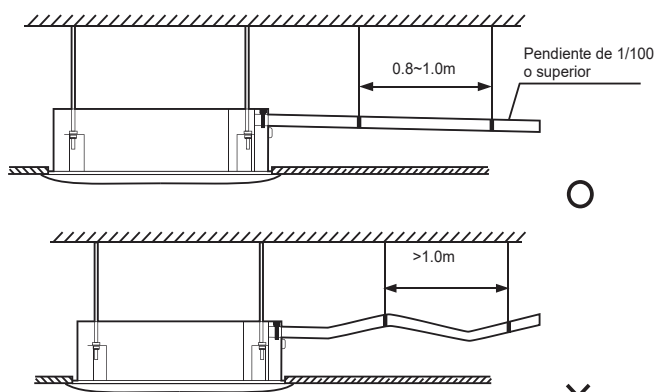

Figura 5.1
4. Con el fin de evitar el refluo de agua en el interior del equipo de aire acondicionado cuando la operación se detiene, la tubería de descarga de agua debe inclinarse hacia abajo y hacia el exterior (lado de drenaje) en una pendiente de más de 1/100. Asegúrese de que la tubería de descarga de agua no se hinche ni almacene agua; de lo contrario, causará ruidos extraños. Véase Figura 5.1.
5. Al conectar la tubería de descarga de agua, no use la fuerza para tirar de los tubos con el fin de evitar que las conexiones de la tubería de succión de agua se suelten. Al mismo tiempo, establezca un punto de apoyo cada 0,8 ~ 1 m con el fin de evitar que las tuberías de descarga de agua se doblen. Véase Figura 5.1.